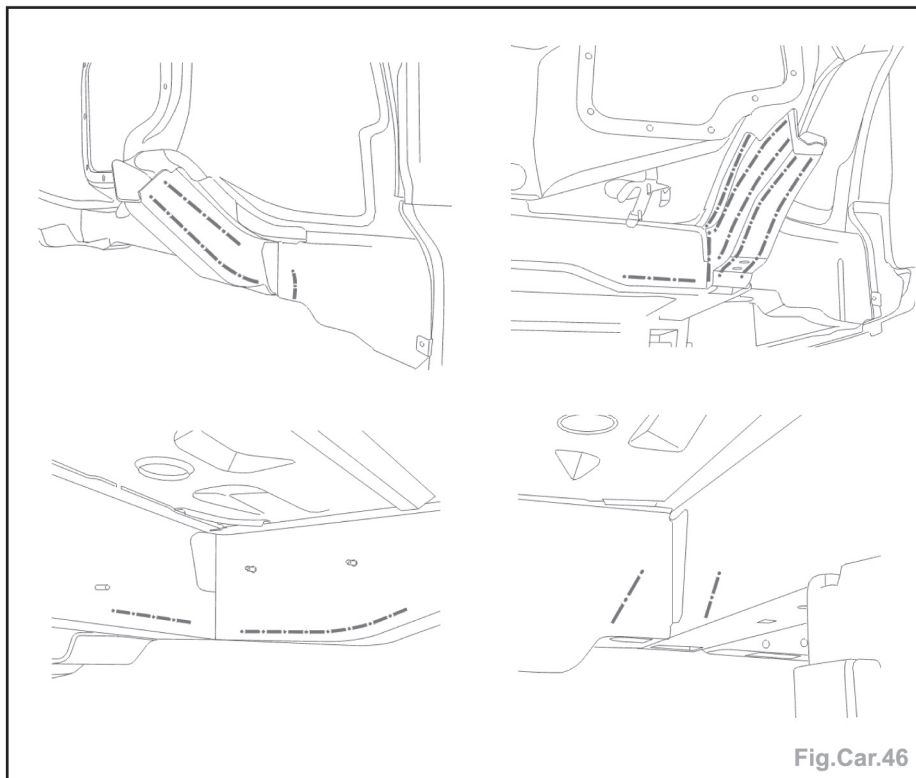

Fig.Car.46
- Préparer les bords d'accostage (Fig.Car.46).